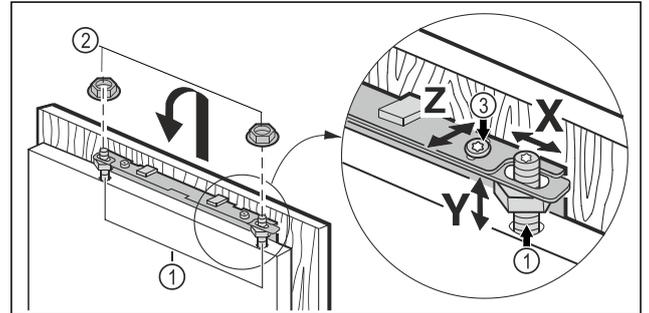

Fig. 18
- ▶ Colgar la puerta del mueble en los pernos de ajuste Fig. 18 (1) y atornillar sin apretar las contratuercas Fig. 18 (2) en los pernos de ajuste.
- ▶ Alinear la altura Y y la inclinación lateral de la puerta del mueble: Ajustar los pernos de ajuste Fig. 18 (1) con un destornillador.
- ▶ Apretar la contratuerca Fig. 18 (3).